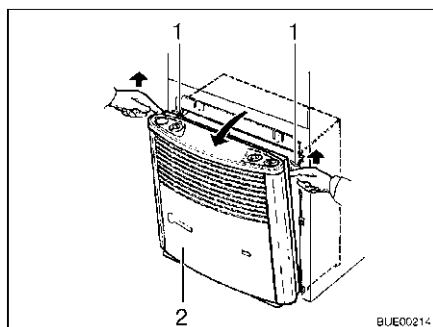

Fig. 83 Rimozione della copertura del riscaldamento
- Rimuovere la copertura del riscaldamento (Fig. 83,2). Tirare verso l'alto, in avanti la copertura, spingere verso l'alto le molle di sostegno (Fig. 83,1) e ribaltare la copertura in avanti.